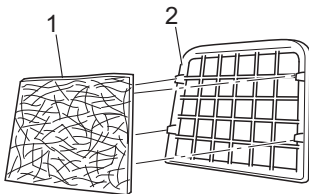

Abb. 25
6. Setzen Sie ggf. einen neuen Motorschutzfilter (Abb. 25/1) in den Filterhalter (Abb. 25/2) ein und schieben Sie den Halter wieder zurück in die Halteschienen.